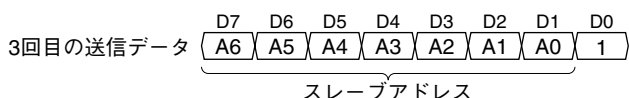

図20.5.2 スレーブアドレスと転送方向を指定する送信データ
1. RTDT[7:0](D[7:0]/I2C_DATレジスタ)にスレーブアドレスを設定(10ビットアドレスの場合は1回目の送信データ、図20.5.2参照)
スタートコンディションの生成後、I²Cマスタ(本モジュール)は通信を行うスレーブのアドレスと転送方向を示すビットを送信します。I²Cのスレーブアドレスには7ビットアドレスと10ビットアドレスの2種類があります。本モジュールは8ビットの送受信データレジスタを使用してスレーブアドレスと転送方向ビットを送信しますので、7ビットアドレスモードの場合は1回で送信可能です。10ビットの場合はソフトウェア制御により2回または3回の送信を行います。アドレスデータの構成を図20.5.2に示します。